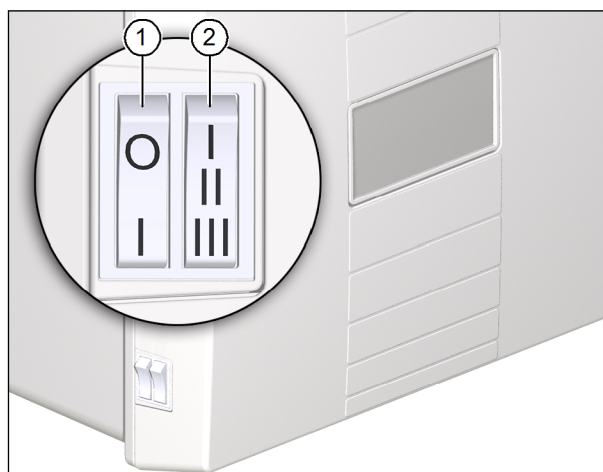

Fig. 10: Éléments de commande sur l'appareil d'aération
- ▶ Mettez l'appareil d'aération sous tension à l'interrupteur d'alimentation (pos. 1 dans Fig. 10 à la page 18).